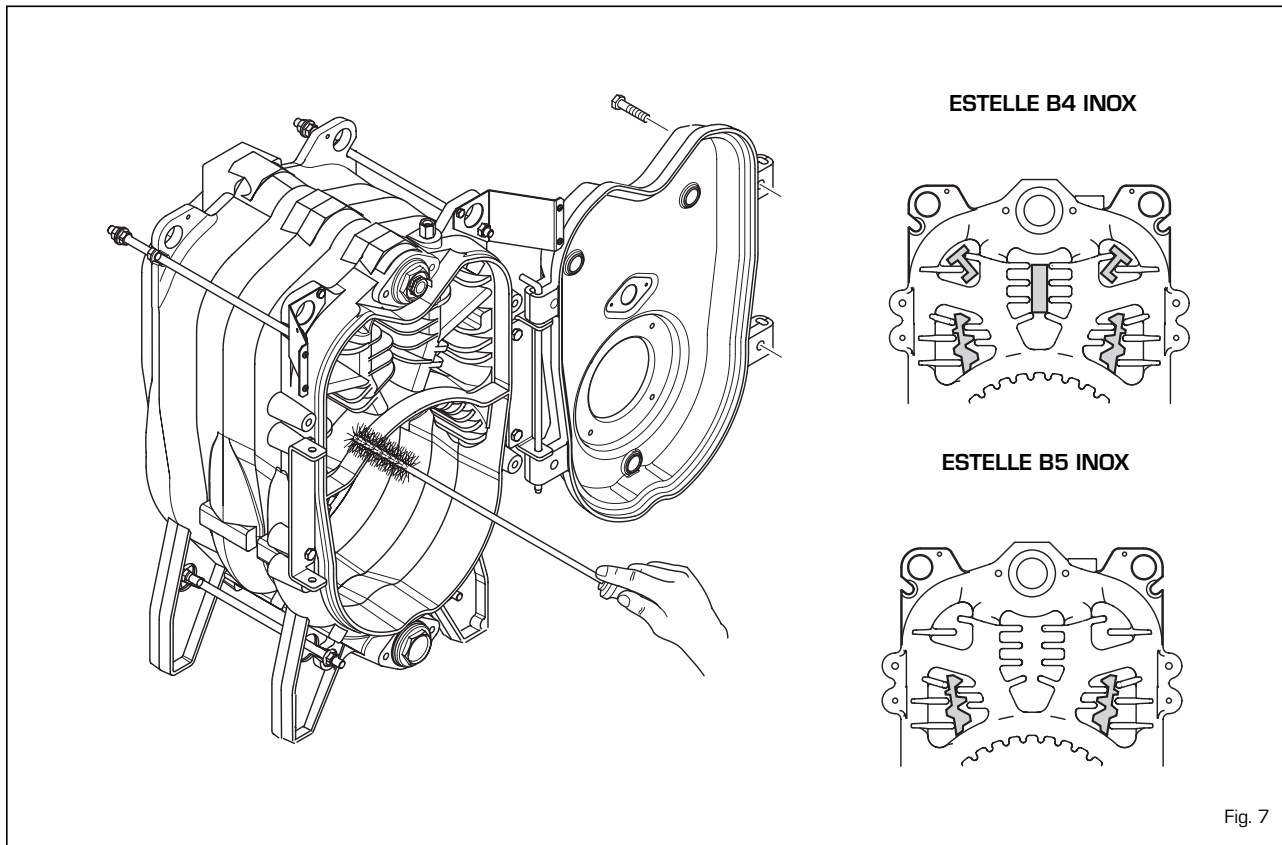

Fig. 7
3.3.1 Rookgaszijde van de ketel (fig. 7)